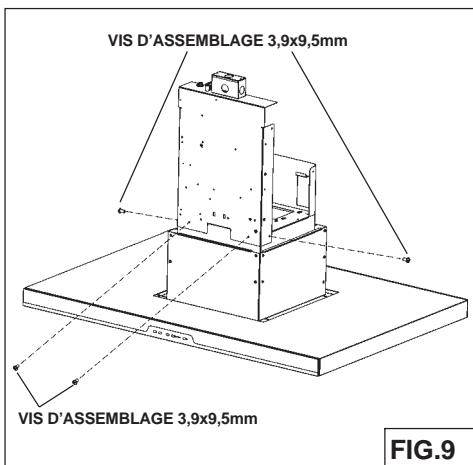

FIG.9
2. Fixer la plaque électrique avec 4 vis (3,9x9,5mm) à la hotte, les vis se trouvent à l'intérieur du sachet accessoires (Fig. 9).